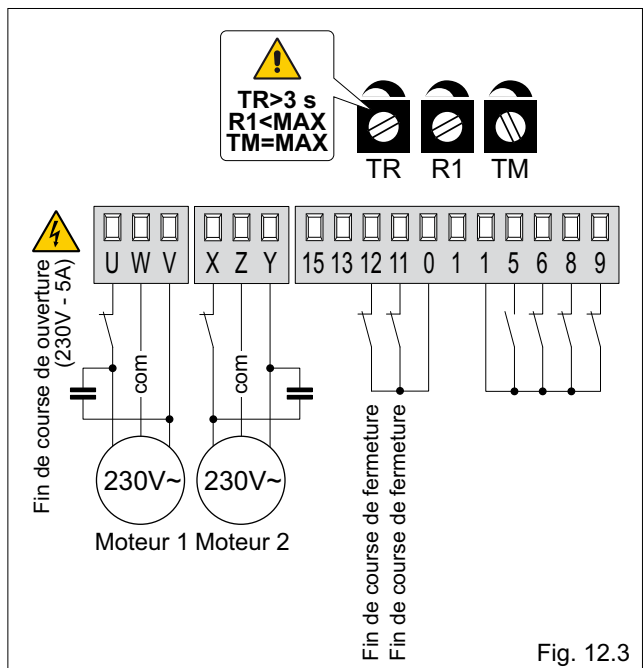

Fig. 12.3
**(Fig. 12.3) Les vantaux s'arrêtent sur les fins de course et s'inversent sur les obstacles.**